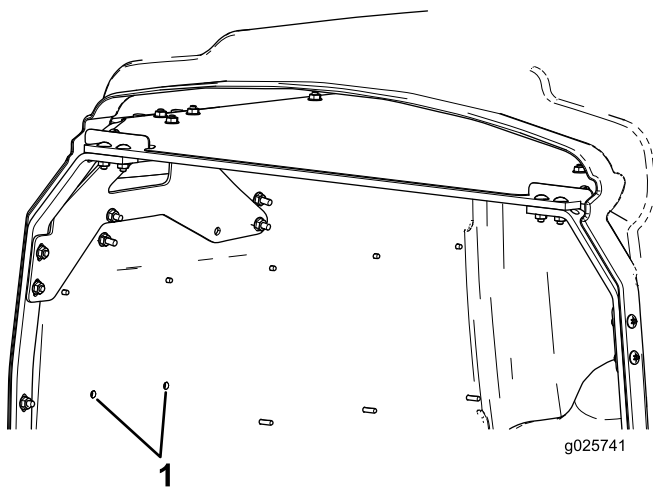
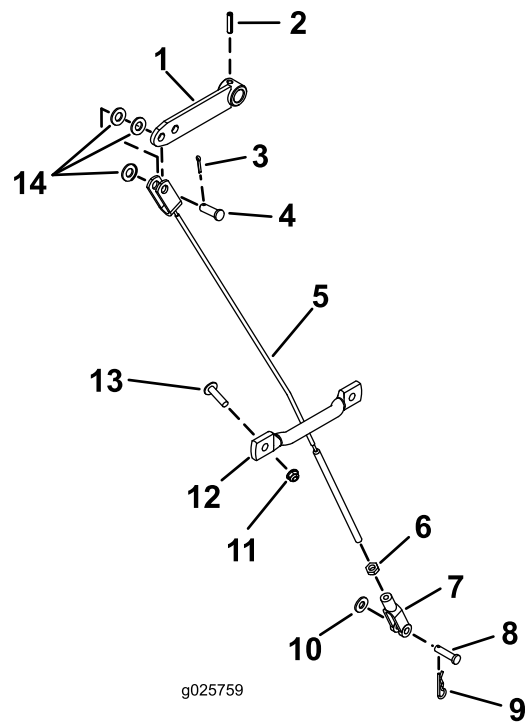
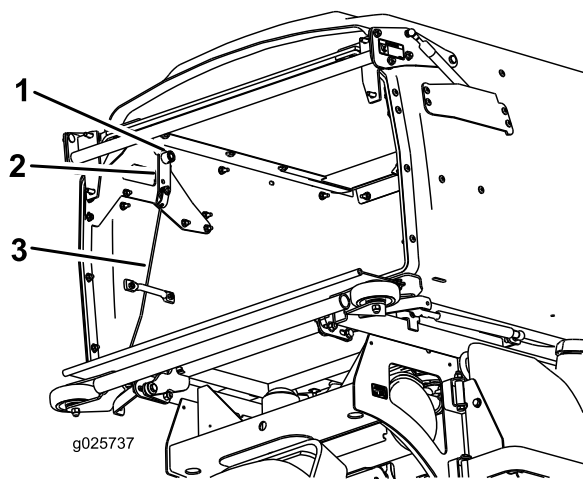
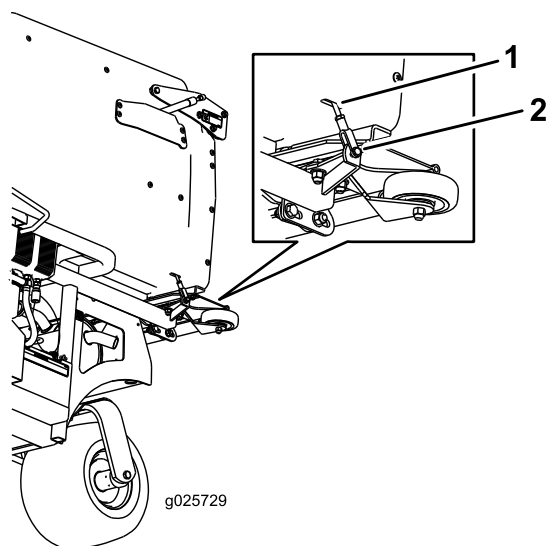

Figure 1
Figure 2
Figure 3
Figure 4
3. Si vous avez une machine Toro, utilisez les trous existants dans la trémie pour repérer les nouveaux trous, puis percez les trous dans les plaques latérales au moyen d'un foret (5/16 po) en passant par l'intérieur de la trémie (Figure 1).
4. Avec les vis à tête bombée (1/4 x 1 po) et les écrous à embase dentelée (1/4 po), fixez les guides-câbles sur les côtés gauche et droit de la trémie (Figure 1 et Figure 2).
6. Glissez le bras du volet sur l'axe d'articulation (Figure 3).
7. Insérez la goupille cylindrique (3/16 x 1-1/4 po) dans le bras du volet et l'axe d'articulation (Figure 2).
9. Faites passer les câbles dans les guides-câbles et les fentes au bas de la trémie, comme montré à la Figure 3 et la Figure 4.
10. Attachez les extrémités supérieures des câbles au bras du volet au moyen des rondelles (5/16 po), des 2 axes de chape (5/16 x 1-49/64 po) et des 2 goupilles fendues (3/32 x 1/2 po), comme montré à la Figure 2.
12. Fixez les câbles au cadre au moyen des 2 axes de chape (1/4 x 1 po), des 2 rondelles (1/4 po) et des 2 goupilles fendues (Figure 2 et Figure 4).